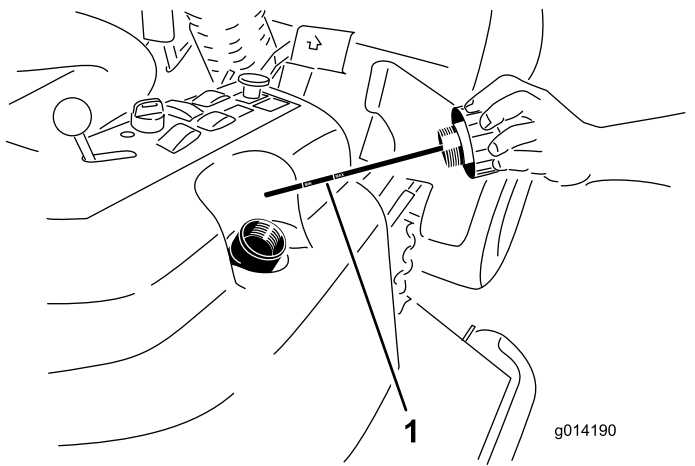

Figura 68
2. Retire el tapón de llenado de aceite hidráulico (Figura 68) del cuello de llenado.
3. Retire la varilla y límpiela con un paño limpio (Figura 68).
4. Introduzca la varilla a fondo en el cuello de llenado; luego retírela y compruebe el nivel del fluido (Figura 68).